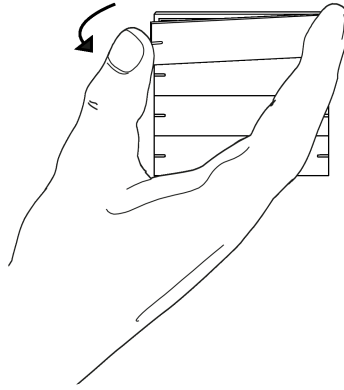

рисунок 6: Демонтаж клавиши управления
- Потянув с одной стороны, отсоедините клавишу управления от тактильного датчика (см. рисунок 6).